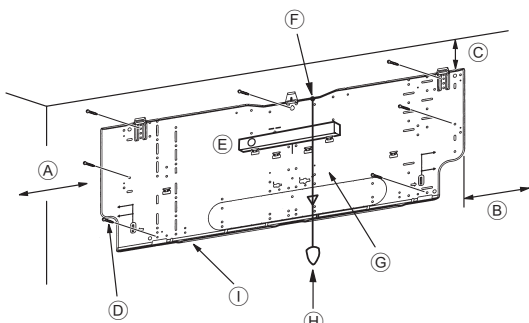
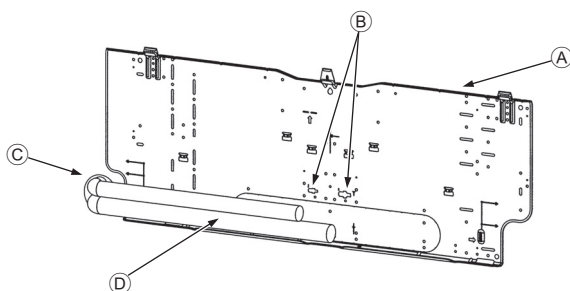

Рис. 3-4
Рис. 3-5
■ PKA-RP60, 71, 100KAL (Рис. 3-4)
- D Крепежные винты (4 × 25) ②
- I Монтажная плита ①
3.3. Встраивание труб в стены (Рис. 3-5)
- A Монтажная плита ①